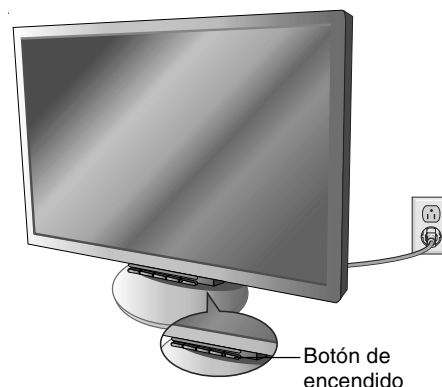

Figura D.3
10. Conecte el cable de alimentación a la toma de corriente (**figura D.3**).
11. Encienda el monitor y el ordenador con el botón de encendido (**figura D.3**).